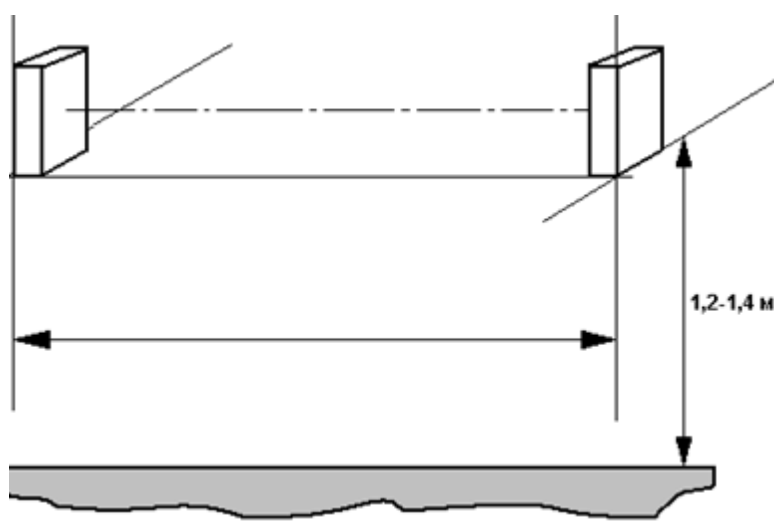

Рис. 1
2. Установить ИК-передатчик и ИК-приемник на высоте 1,3-1,4 м от пола (Рис. 1). Устанавливать датчики необходимо так, чтобы они находились в одной горизонтальной плоскости, строго напротив друг друга.
- o ИК-передатчик (рис. 1) 1 шт,